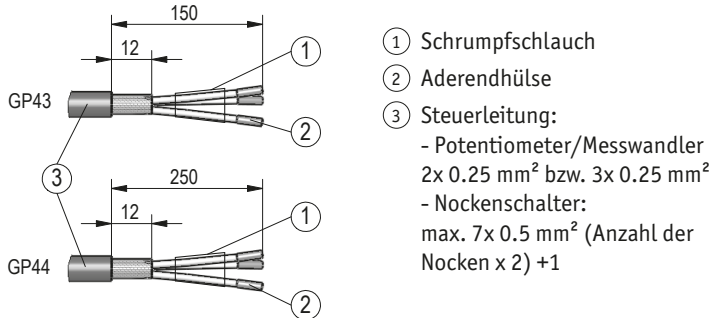

Abb. 2: Kabelvorbereitung
- Die Kabel gemäß **Abb. 2** vorbereiten.